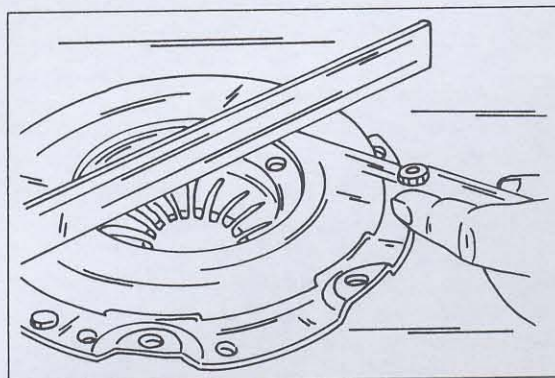

Bild 216
- Ein Messlineal über die Reibfläche der Druckplatte auflegen, wie es in Bild 216 gezeigt ist, um diese auf Verzug zu kontrollieren, besonders wenn man annimmt, dass sich die Kupplung überhitzt hat. Falls der Spalt an der Innenkante mehr als 0,3 mm beträgt, muss die Kupplung erneuert werden, da sie andernfalls nicht mehr gleichmässig auf die Mitnehmerscheibe drücken kann.